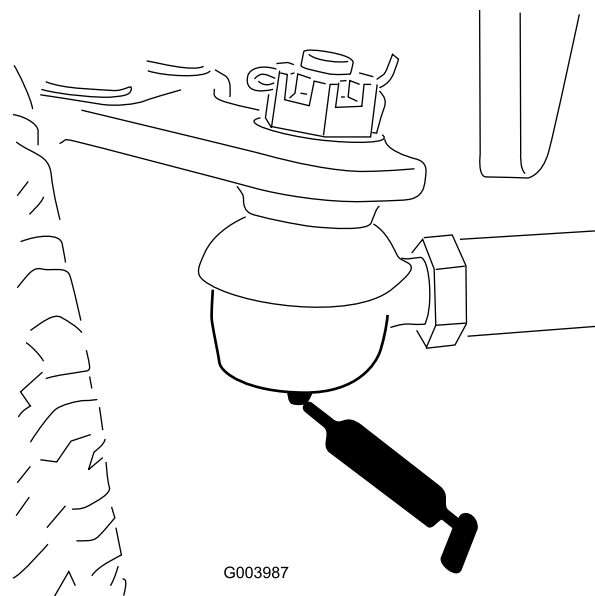

Figura 67
- Tirante del ponte posteriore (2) (Figura 67)